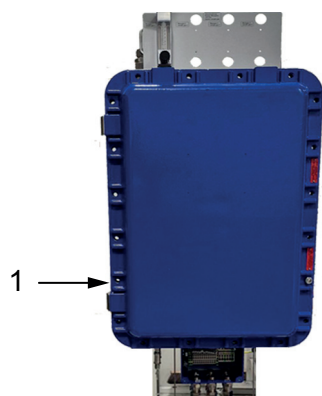
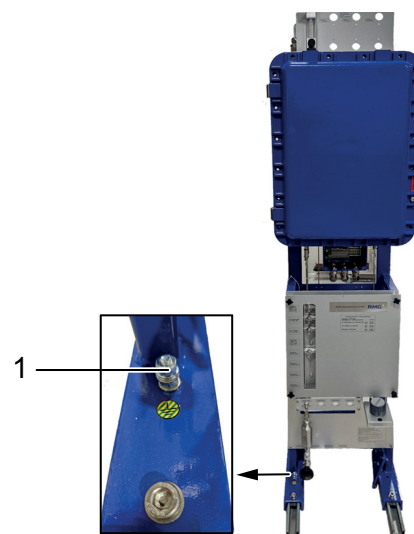

Abb. 27: Variante Wandmontage
Abb. 28: Variante Bodenmontage
- Bitte nehmen Sie die Erdung an der vorgesehenen Stelle (vgl. Abb. 27 und Abb. 28) vor. Verwenden Sie dazu ein Erdungskabel mit einer **Mindeststärke von 4 mm²**.